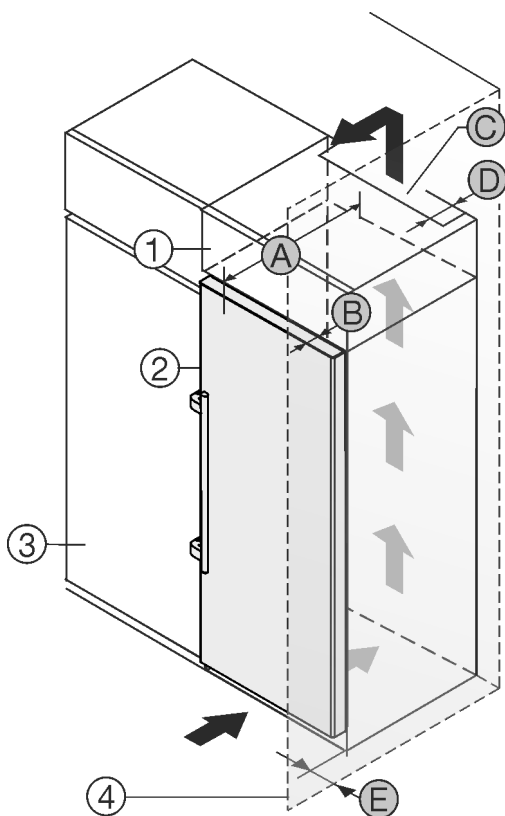

Fig. 2
- (1) Armadietto sovrapponibile \*
- (2) Apparecchiatura \*
- (3) Mobile da cucina \*
- (4) Parete \*
- (A) Profondità apparecchiatura \*
- (B) Profondità porta \*
- (C) Sezione di ventilazione \*
- (D) Distanza lato posteriore apparecchiatura \*
- (E) Distanza lato apparecchiatura \*
È possibile posizionare l'apparecchiatura accanto a un mobile da cucina Fig. 2 (3).\*
Sul lato posteriore dell'armadietto sovrapponibile deve essere presente un vano di scarico dell'aria con la profondità Fig. 2 (D) che attraversa l'intera larghezza dell'armadietto sovrapponibile.\*
Sotto al soffitto deve essere presente la sezione di ventilazione Fig. 2 (C).\*
Se si installa l'apparecchiatura con le cerniere accanto a una parete Fig. 2 (4), la distanza tra l'apparecchiatura e la parete deve essere di almeno 57 mm, che corrisponde alla sporgenza della maniglia a porta aperta.\*
Per poter aprire completamente la porta, installare l'apparecchiatura in modo che sporga dal frontale del mobile da cucina almeno della misura della profondità della porta Fig. 2 (B). L'apparecchiatura può sporgere ulteriormente a seconda della profondità dei mobili da cucina Fig. 2 (3) e dell'utilizzo di distanziatori a parete.\*